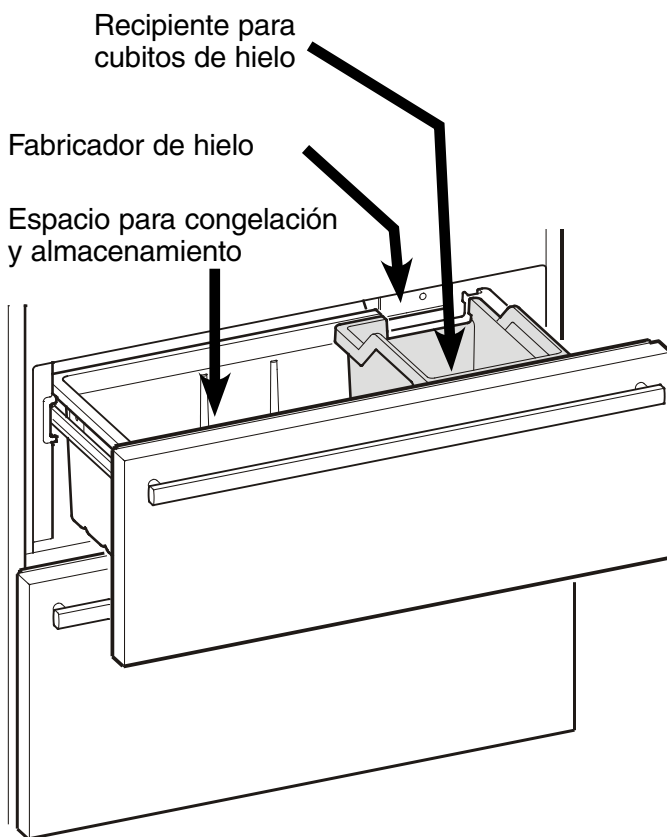

Figura 16
Descripción del compartimiento congelador - Figura 16
- El fabricante de hielo puede producir cubitos de hielo únicamente si el cajón superior del congelador está completamente cerrado y el recipiente para cubitos de hielo se encuentra instalado correctamente (**Figura 16**).
- Por último, limpie el cajón de cubitos de hielo (**Figura 16**).
Los cubitos de hielo caen dentro del recipiente para cubitos de hielo (**Figura 16**). A partir de una determinada cantidad de llenado se interrumpe automáticamente la producción de cubitos de hielo. El fabricante de hielo no llenará el recipiente hasta arriba.
Asegúrese de que el cajón superior del congelador esté completamente cerrado y el recipiente para cubitos de hielo se encuentre instalado correctamente (**Figura 16**).